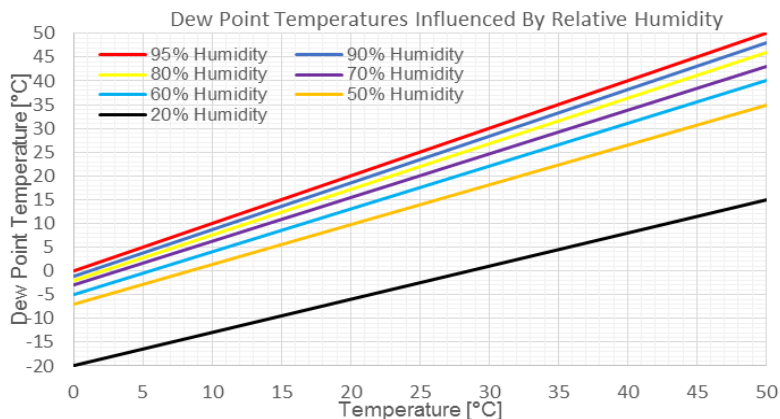

Рис. 7. Температура точки росы в зависимости от относительной влажности
- Найдите кривую на рис. 7, соответствующую относительной влажности помещения, где находится прибор.